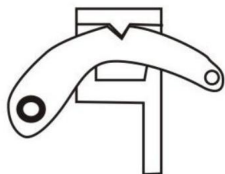

Fig.1
1. Unter Beachtung aller Sicherheitsvorkehrungen den Fuß des Wagenhebers unter die Last stellen. Den Umkehrriegel (20) in die Position „OBEN“ heben und sicherstellen, dass er eingerastet ist, wobei die Vertiefung im Riegel fest in der
Kerbe am Umkehrschalter (18) - siehe Abb. 1. Heben Sie die Spitze des Wagenhebers an, bis sie an der gewünschten Stelle des Hubs mit der Last in Kontakt kommt. Halten Sie an dieser Stelle inne und prüfen Sie, ob ein sauberes Anheben durch keine Hindernisse behindert wird.
2. Ziehen Sie den Griff fest und gleichmäßig nach unten und beobachten Sie, wie die Last steigt. Wenn Sie den Griff nach unten ziehen, hören Sie, wie der Kletterstift (15) einrastet, wenn er in ein Loch in der Stahlstange (3) einrastet. Lassen Sie jetzt den Griff los, damit der Stift (15) die Last aufnehmen kann. Heben Sie den Griff bis zum oberen Ende seines Hubs an, um einen neuen Halt zu erreichen, und pumpen Sie den Griff noch einmal.